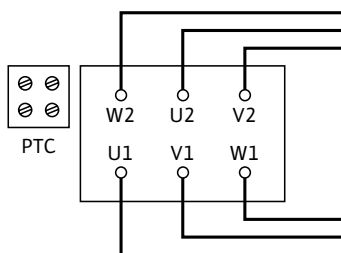

Рис. 45: Пуск Y-Δ (стандартный вариант)
Схема электроподключения находится в клеммной коробке (см. также Рис. 45/46).
- Электроподключение к клеммной колодке зависит от мощности двигателя P2, от сетевого напряжения и от типа пуска. Необходимое переключение соединительных перемычек в клеммной коробке можно определить по следующей таблице «Табл. 4. Распределение клемм» на стр. 27 и Рис. 45/46.
Пуск Y-Δ (стандарт)	Соединительные перемычки удалить (Рис. 45)